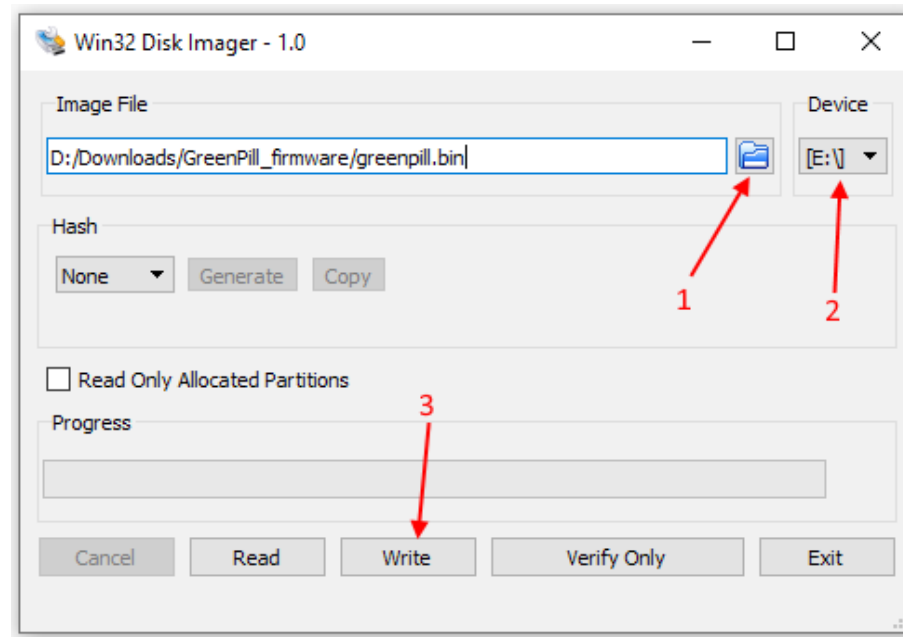

Рисунок 6: Обновление прошивки в Win32DiskImager
- Запустите программу Win32DiskImager. В поле *Image File* укажите путь к bin-файлу новой прошивки, в выплывающем списке *Device* укажите соответствующий Вашему модулю идентификатор устройства (рис. 6).